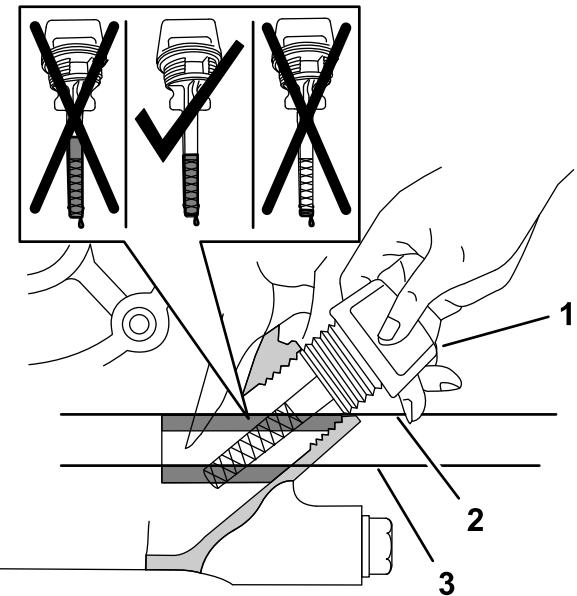

Figure 76
6. Sortez la jauge du goulot de remplissage et vérifiez le niveau de liquide qu'elle indique (Figure 76).
Remarque: Le niveau d'huile moteur doit recouvrir la zone hachurée sur la jauge (Figure 76).